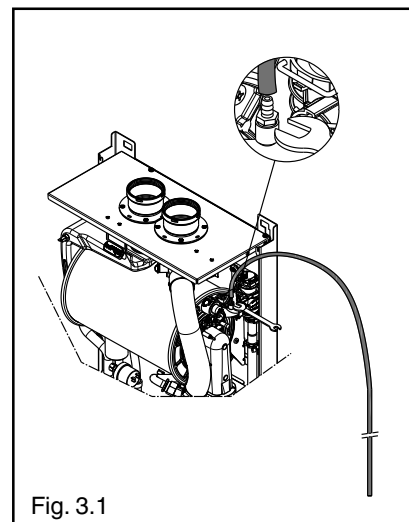

Fig. 3.1
1. Con una chiave CH11 aprire la valvola di sfogo aria manuale posizionata sul tubo di mandata (fig. 3.1). È necessario collegare alla valvola il tubetto a corredo caldaia per poter scaricare l'acqua in un recipiente esterno.